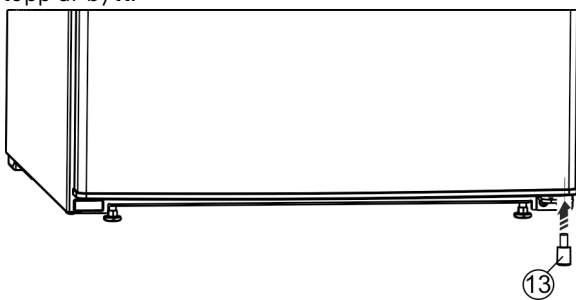

Fig. 27*
- ▶ Distansdelen Fig. 27 (13) sätts åter in nere till höger på dörren, eftersom detta är viktigt för skåpets stabilitet.*